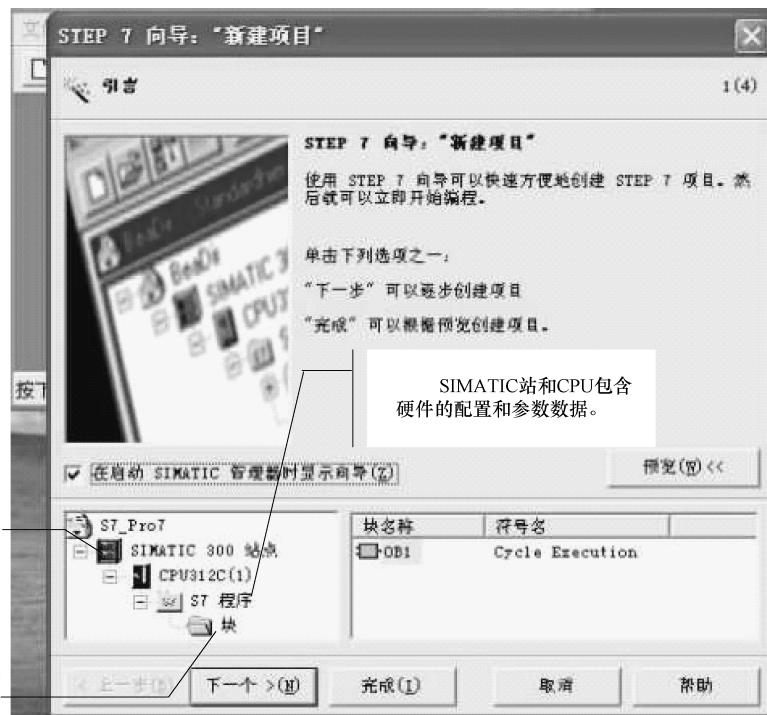

图 3-6 SIMATIC 管理器向导（选择创建项目的途径）
1) 双击 Windows 桌面上的 SIMATIC 管理器图标打开 STEP 7 软件，默认自动启动向导，如图 3-6 所示。单击“预览”，可以选择显示或隐藏正在创建的项目结构的视图。